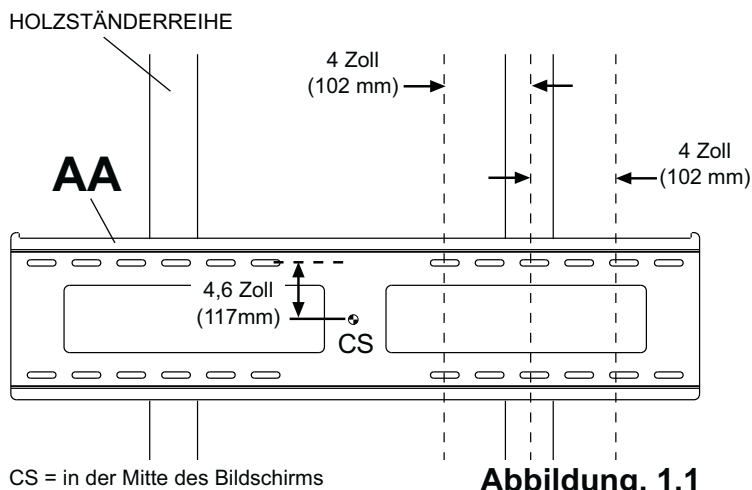
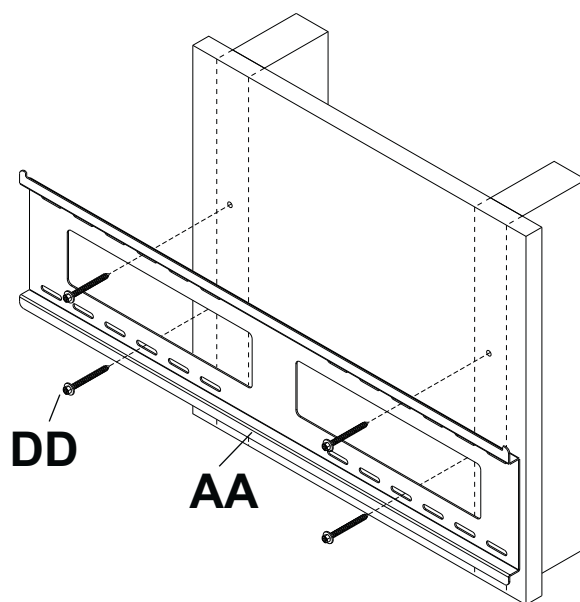

Abbildung. 1.1
Abbildung. 1.2
- 1** Bestimmen Sie die Kanten der Ständer mithilfe eines Balkenfinders. Am besten eignet sich ein Balkenfinder mit genauer Kantenanzeige. Verwenden Sie die Kanten als Richtlinie und ziehen Sie eine senkrechte Linie entlang der Mitte der Ständer. Halten Sie die Wandplatte als Schablone an die Wand. Die oberen Montageschlitzte sollten sich wie in Abbildung 1.1 dargestellt 117 mm (4,6 Zoll) oberhalb der gewünschten Bildschirmmitte befinden. Richten Sie die Platte waagrecht aus und markieren Sie die Mitte der vier Montagebohrungen. Achten Sie darauf, dass die Montagebohrungen sich jeweils auf der Mittellinie der Holzständer befinden. Bohren Sie vier Löcher mit einem Durchmesser von 4 mm (5/32 Zoll) und einer Tiefe von 64 mm (2,5 Zoll). Achten Sie darauf, dass die Wandplatte waagrecht ausgerichtet ist und befestigen Sie sie wie in Abbildung 1.2 dargestellt mit Hilfe von vier Nr. 14 x 2,5 Zoll Holzschrauben (**DD**).
Hinweis: Die Wandplatte kann wie in Abbildung 1.1 dargestellt bis zu 102 mm (4 Zoll) außermittig angebracht werden.
- 1** Achten Sie darauf, dass die Wandplatte (**AA**) waagrecht ausgerichtet ist und verwenden Sie sie als Schablone zur Markierung von vier Montagebohrungen. Die obere Montagebohrung sollte sich wie in Abbildung 1.1 dargestellt 117 mm (4,6 Zoll) oberhalb der gewünschten Bildschirmitte befinden. Bohren Sie vier Löcher mit einem Durchmesser von 8 mm (5/16 Zoll) und einer Mindestdiefe von 64 mm (2,5 Zoll). Setzen Sie die Dübel (**EE**) in die Löcher ein, bis sie bündig mit der Wand abschließen (siehe Abbildung rechts). Halten Sie die Wandplatte über die Dübel und befestigen Sie sie mit Nr. 14 x 2,5 Zoll Schrauben (**DD**). Richten Sie sie waagrecht aus und ziehen Sie dann sämtliche Befestigungsteile an.